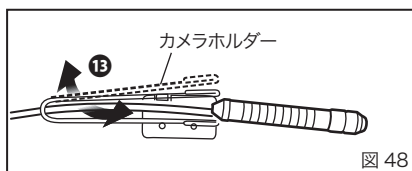

図 48
⑬付属のカメラホルダーを少し開き、ケーブルを通します。（図 48）